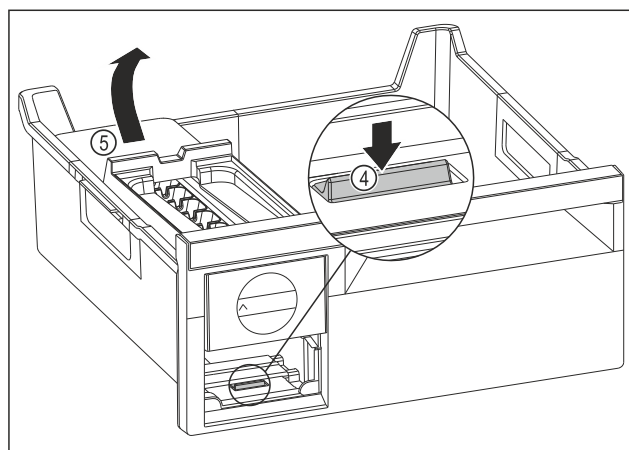

Fig. 183
- ▶ Ta ut EasyTwist-Ice-enheten: Tryck ned skenan Fig. 183 (4) med fingret och lyft samtidigt EasyTwist-Ice-enheten Fig. 183 (5) bakifrån med andra handen.